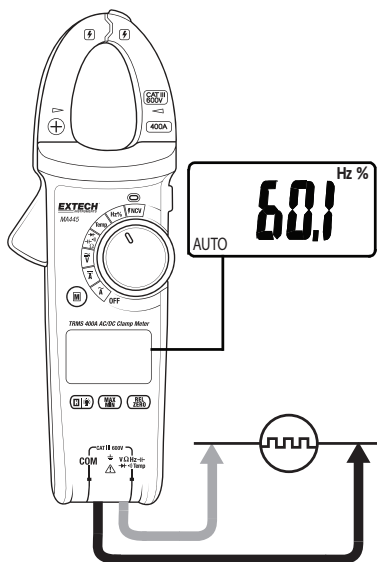

Fig. 8 – Medições de Frequência
1. Insira o plugue banana do cabo preto da ponta no conector (COM) negativo. Insira o plugue banana do cabo de teste vermelho no conector positivo. Consulte a Fig. 8.